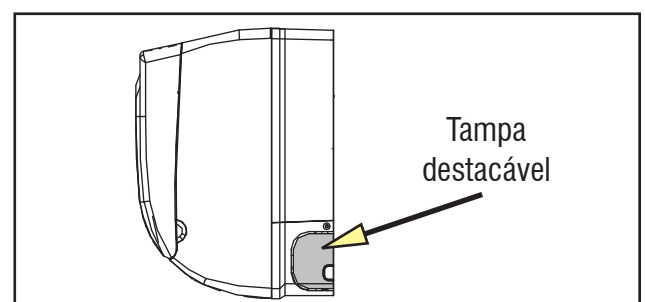

FIG. 14
- Retire a tampa destacável da unidade (fig. 14) e passe a tubulação através da parede (repita o procedimento acima para cortar e instalar o tubo de 75 mm).